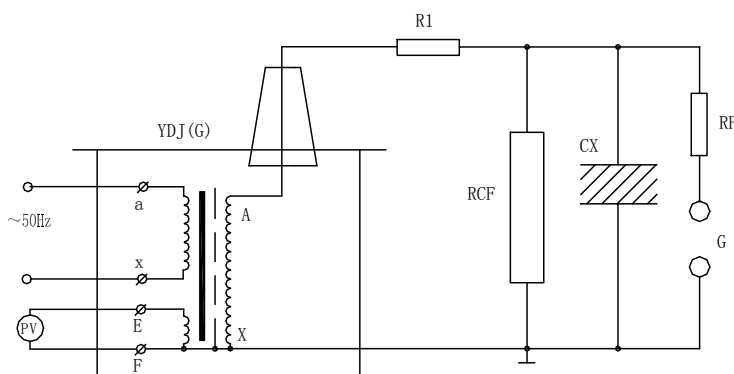

图 6：被试品工频耐压试验接线图
1、YD (G) 全绝缘试验变压器做被试品的工频耐压试验使用接线原理图见图 6。
在工频耐压试验中，低压侧测量电压（仪表电压）不是非常准确的，其原因是由于全绝缘试验变压器存在着漏抗，在这上漏抗上必然存在着压降或容升，使试品上的电压低于或高于低压侧测量电压表上反映出来的电压。工频耐压试验时，被试品上的电压高于全绝缘试验变压器的输出电压，也就是所谓容升现象。感应耐压试验时，全绝缘试验变压器的漏抗必须存在着压降。为了准确测量被试品上所施加的电压，因此常在高压侧接入 RCF 阻容分压器来测量电压（见图 6）。